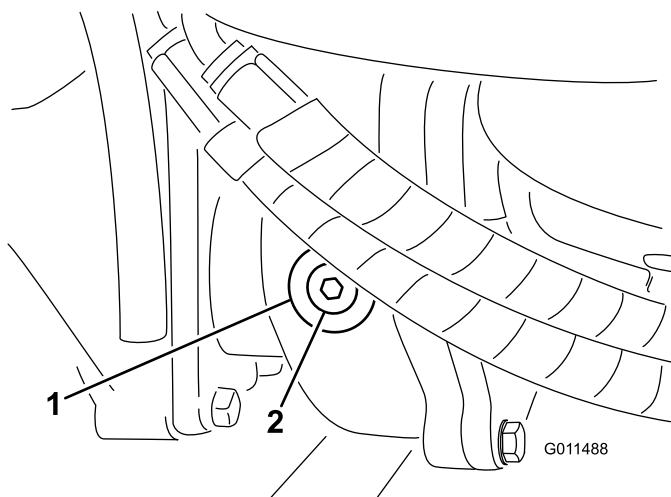

**Figura 70**
2. Limpie la zona alrededor de los tres tapones de vaciado, uno en cada extremo y uno en el centro (Figura 70).